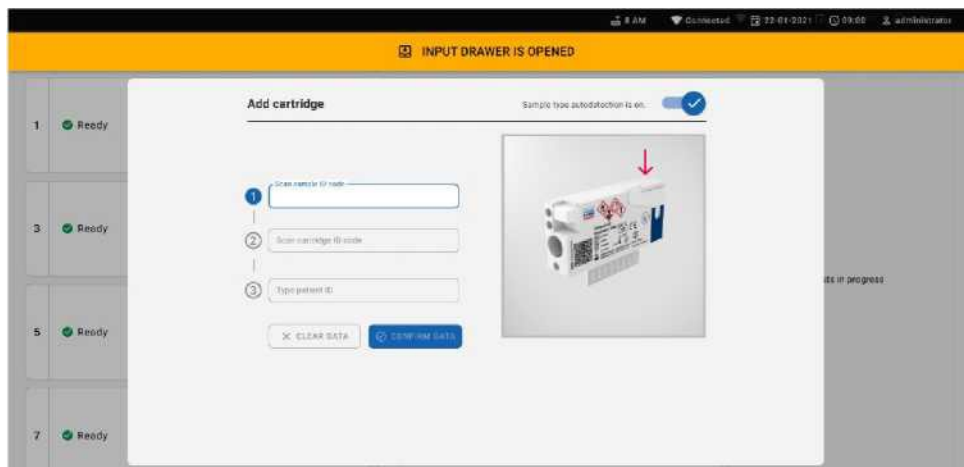

Рис. 56. Экран сканирования идентификатора образца
7. Появится диалоговое окно «Add Cartridge (Добавить картридж)», и сканер перед прибором будет активирован. Отсканируйте штрих-код с идентификатором образца на верхней части картриджа QIAstat-Dx Respiratory SARS-CoV-2 Panel в передней части прибора (положение, указанное стрелкой (рис. 56).